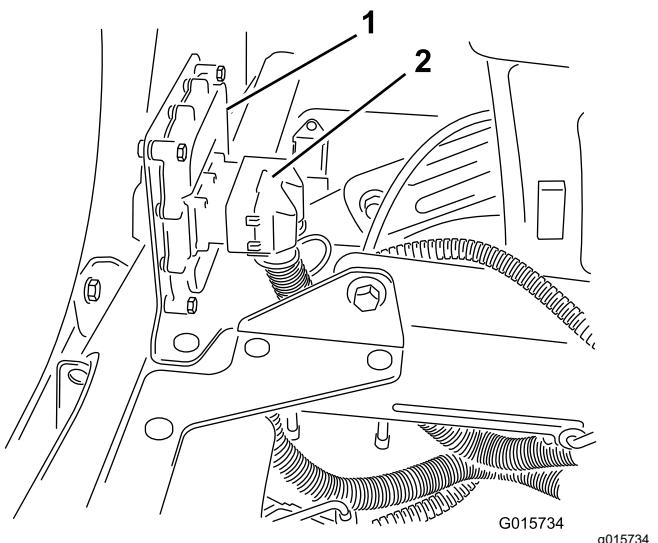

Figura 33
2. Collegate il connettore a 50 prese del cablaggio preassemblato per le barre Sonic Boom al connettore a 50 pin del controller elettronico e fissate i connettori con la vite a esagono incassato (Figura 33).